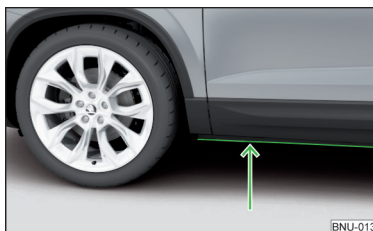

Fig. 247
- Înainte de traversarea zonei inundate, stabiliți adâncimea apei. Nivelul apei poate să ajungă maxim până la marginea inferioară a pragului » fig. 247.